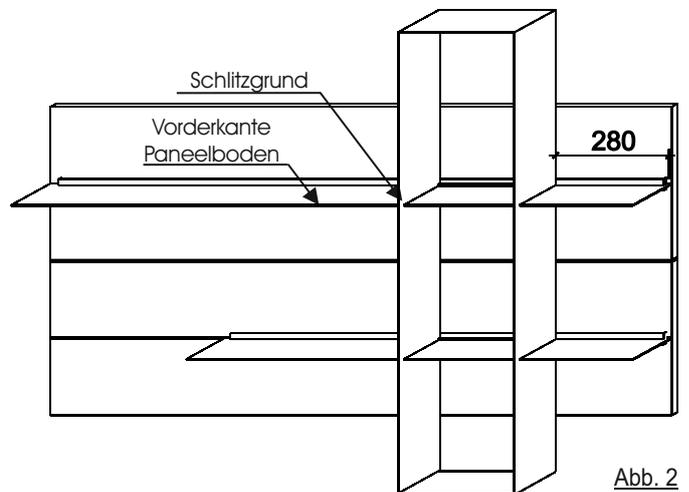

Abb. 2
3. Schieben Sie das Regal soweit auf die Böden bis die Vorderkante der Paneelböden gegen den Schlitzgrund des Aufschubregals stoßen. Zwischen Wandpaneel und Aufschubregal bleiben nun ca. 17mm Platz. Der seitliche Abstand zwischen Boden und Aufschubregal beträgt ca. 280mm. (Abb. 2)
2. Verschrauben Sie die Rückwand mit den 3,5x45mm Senkkopfschrauben. Zur Montage sind in der Rückwand sowie an der Schreibtischplatte Vorb Bohrungen vorgesehen. (Abb.: 2)